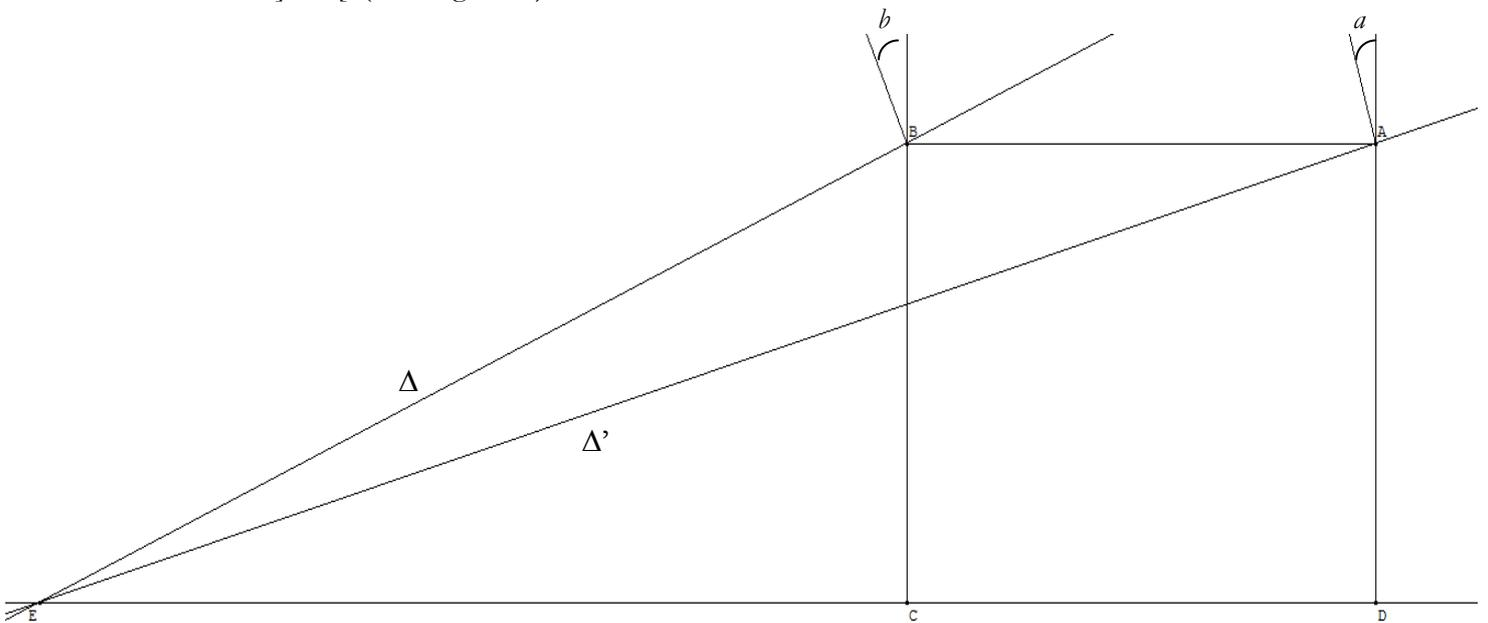

Figure 3
- chercher (exemple dans l'activité proposée : chercher, découvrir et exploiter les outils permettant la construction de la figure 3 à l'aide d'un logiciel de géométrie dynamique) ;
On assimile les roues de la moitié-avant du robot à leurs centres respectifs A, B, C et D : ABCD est alors un rectangle de dimensions d et l . On appelle Δ et Δ' les perpendiculaires à la direction prises par les roues tournées. D'un point de vue mécanique, pour que les roues tournent sans glisser, il faut que ces deux droites soient sécantes en un point E situé sur la droite (CD). Enfin, par symétrie, on étudie uniquement le cas d'un virage à gauche : a est dans l'intervalle $]0,90[$. (Voir figure 3.)
- 1- Construire la figure 3 à l'aide d'un logiciel de géométrie dynamique (on introduira une variable réelle libre a dans l'intervalle $]0,90[$ et on construira géométriquement l'angle de mesure b correspondant).